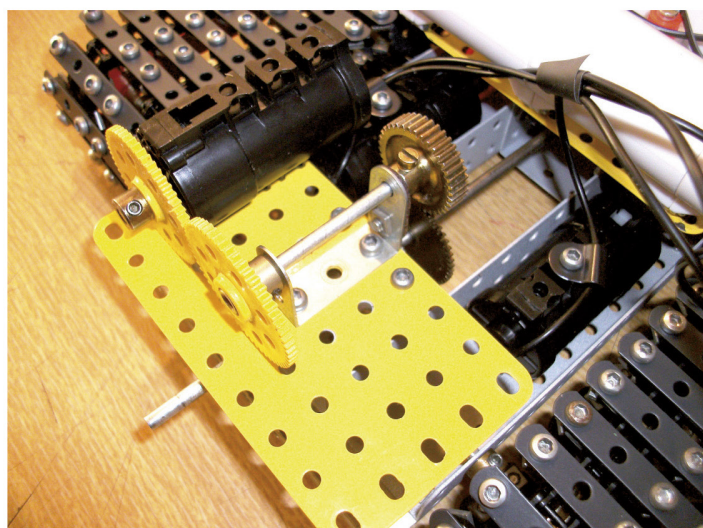

Fig. 7 Moteur de relevage
tiques (38). Les boîtiers de piles sont fixés par une vis ou tige filetée à travers le trou central du profil 38x38x38. Le moteur de relevage est fixé sur la plaque 5x9 trous arrière, sur celle-ci une bande coudée 2x3 trous et dessous un support double 12x12 (Fig. 7).